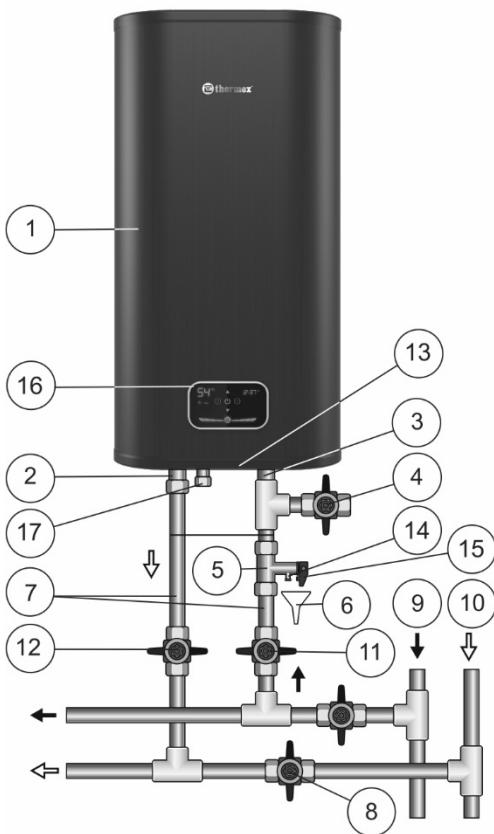

Рисунок 1. Схема подключения ЭВН к водопроводу в вертикальном положении вертикальных моделей V.
Внутренний бак изготавливается из высококачественной нержавеющей стали с содержанием титана, что обеспечивает высокую коррозионную стойкость и, как следствие, длительный срок эксплуатации. Пространство между внешним корпусом и внутренним баком заполнено пенополиуретаном - современной, экологически чистой теплоизоляцией, обладающей наилучшими характеристиками теплосбережения. Модели Flat Diamond Touch Pro (ID PRO) имеют два резьбовых патрубка: для входа холодной воды (Рис. 1, п. 3) с синим кольцом и выхода горячей воды (Рис. 1, п. 2) - с красным кольцом. На лицевой стороне ЭВН во всех моделях находится панель управления (Рис. 1, п. 16).
Предохранительный клапан (Рис. 1, п. 5) выполняет функции обратного клапана, препятствуя попаданию воды из водонагревателя в водопроводную сеть в случаях падения в последней давления и в случаях возрастания давления в баке при сильном нагреве воды, а также функции защитного клапана, сбрасывая избыточное давление в баке при сильном нагреве воды. Во время работы водонагревателя вода может просачиваться из выпускной трубы предохранительного клапана для сброса излишнего давления, что происходит в целях безопасности водонагревателя. Эта выпускная труба должна оставаться открытой для атмосферы и быть установлена постоянно вниз и в незамерзающей окружающей среде.
Необходимо обеспечить отвод воды из выпускной трубы предохранительного клапана (Рис. 1, п. 14) в канализацию, предусмотрев при монтаже ЭВН соответствующий дренаж (Рис. 1, п. 6).
Необходимо регулярно (не реже одного раза в месяц) проводить слив небольшого количества воды через выпускную трубу предохранительного клапана в канализацию для удаления известковых осадков и для проверки работоспособности клапана. Для открывания клапана он снабжен ручкой (Рис. 1, п. 15). Необходимо следить, чтобы во время работы ЭВН эта ручка находилась в положении, закрывающем слив воды из бака.
Установить предохранительный клапан (Рис. 1, п. 5) на входе холодной воды (Рис. 1, п. 3), помеченному синим кольцом, закрутив на 3,5 - 4 оборота, обеспечив герметичность соединения любым уплотнительным материалом (льном, лентой ФУМ и др.).
- Вертикальные модели V в соответствии с Рис. 1